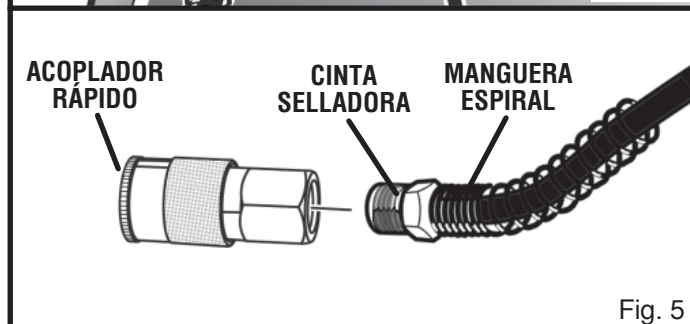

Fig. 5
- Conecte el acoplador rápido hembra al extremo abierto de la manguera y apriételo firmemente (Fig. 5).